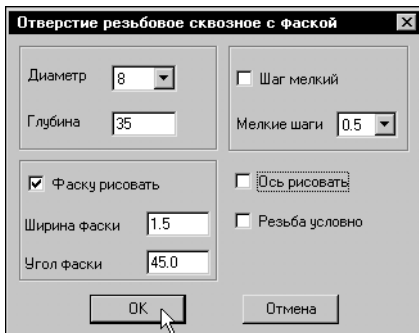

Рис. 44.9. Задание параметров резьбового отверстия
5. В диалоге **Отверстие сквозное с фаской** задайте диаметр отверстия 8 мм, его глубину 35 мм и нажмите кнопку **ОК** (рис. 44.9).